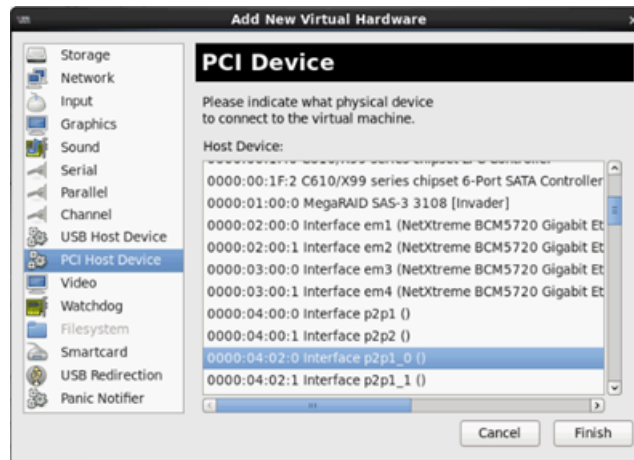

Figure 8-14. Ajouter un nouveau matériel virtuel
- b. Dans le volet gauche de la boîte de dialogue Ajouter un nouveau matériel virtuel (Figure 8-14), cliquez sur **PCI Host Device** (Périphérique hôte PCI).